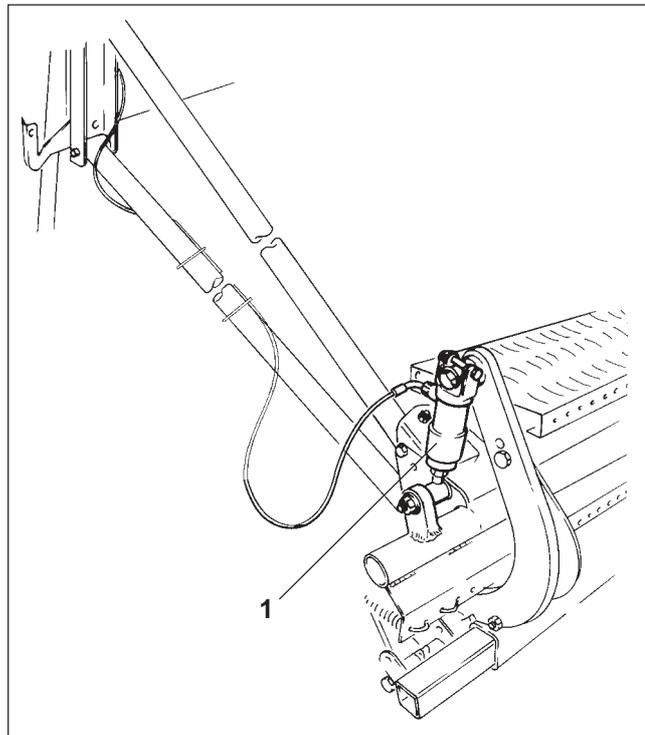
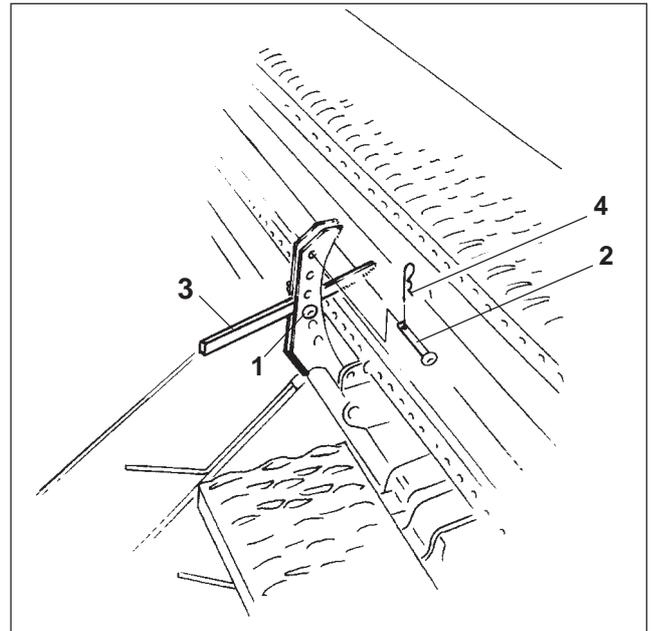

Fig. 14.10
Fig. 14.11
Beim Wechsel von normalem Boden auf schweren Boden und umgekehrt wird der Striegeldruck von einem Hydraulikzylinder (Fig. 14.10/1) verstellt.
Zwei Bolzen (Fig. 14.11/1 und Fig. 14.11/2) stecken als Anschlag des Hebels (Fig. 14.11/3) im Verstellsegment. Der Hebel (Fig. 14.11/3), der vom Hydraulikzylinder (Fig. 14.10/1) betätigt wird, liegt am Bolzen I (Fig. 14.11/1) an, wenn der Hydraulikzylinder drucklos ist, und am Bolzen II (Fig. 14.11/2) an, wenn der Hydraulikzylinder mit Druck beaufschlagt wird.
- Hydraulikzylinder (Fig. 14.10/1) mit Druck beaufschlagen.
- Bolzen I (Fig. 14.11/1) in eine Bohrung im Verstellsegment unterhalb des Hebels (Fig. 14.11/3) einstecken und mit einem Federstecker (Fig. 14.11/4) sichern.
- Hydraulikzylinder (Fig. 14.10/1) drucklos machen.
- Bolzen II (Fig. 14.11/2) in eine Bohrung **oberhalb** des Hebels (Fig. 14.11/3) im Verstellsegment einstecken und mit einem Federstecker (Fig. 14.11/4) sichern.